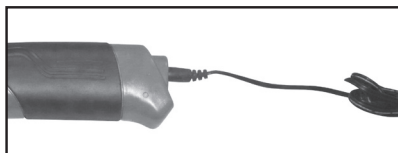

Abb. 4
2. Stecken Sie den Stecker des Ladegeräts in die Steckdose der Akkuschiere, siehe Abb.4.